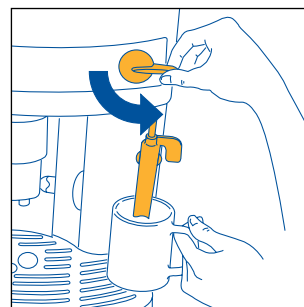
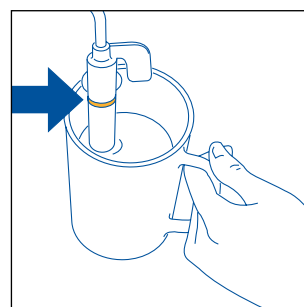

Рис. 23
Рис. 24
- Погрузите насадку для взбивания молока в емкость с молоком, рис. 23, не опуская ее ниже рельефной линии, нанесенной на насадку (указана стрелкой на рис. 24). Поверните ручку подачи пара на половину оборота до упора со своей стрелки (будьте осторожны, чтобы не обжечься). Из насадки начнет выходить пар, придающий молоку кремообразный вид и увеличивающий его объем. Для того, чтобы пена была более объемной, погрузите насадку в молоко и медленными движениями перемещайте емкость сверху вниз (рекомендуется подавать пар не более 2 минут подряд).